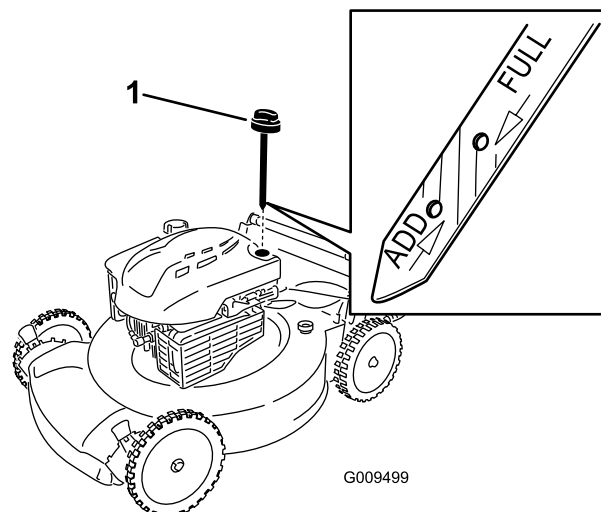

Рисунок 5
2. Извлеките щуп (Рисунок 5) и заполните маслом примерно 3/4 емкости картера через маслозаливную горловину.
5. Выньте щуп и проверьте уровень масла по щупу, см. Рисунок 5.